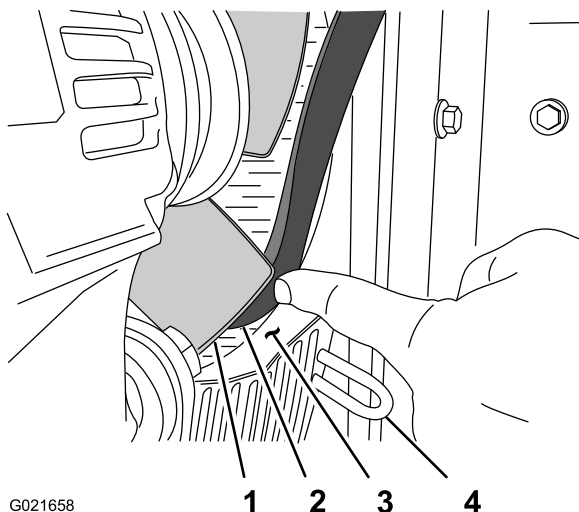

Figure 89
8. À la position 4 heures du carénage de ventilateur, alignez la courroie entre la pointe de la pale du ventilateur et l'ouverture dans le carénage (Figure 89).
3. Alignez la courroie entre la pointe de la pale de ventilateur et l'ouverture dans le carénage (Figure 89).